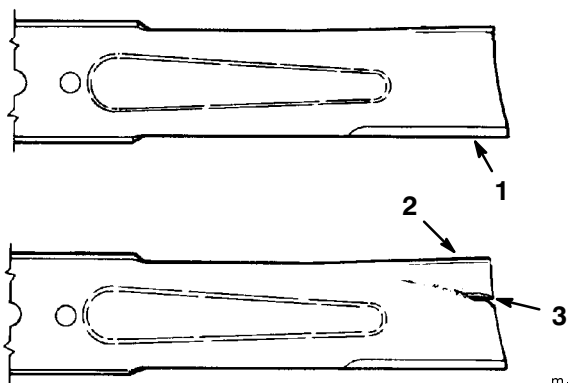

Figure 34
2. Inspectez les arêtes des lames (Fig. 34). Si elles ne sont pas tranchantes ou si elles présentent des indentations, déposez et aiguisiez les lames (voir Aiguisage des lames, page 31).
3. Inspectez les lames, surtout la partie incurvée (Fig. 34). Remplacez immédiatement toute lame endommagée, usée ou qui présente une entaille (Fig. 34).